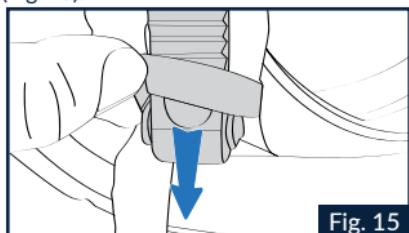

Fig. 15
1.1 Aprire il sottogola (vedi istruzioni relative) e sfilare il nastro del sottogola dal passante elastico presente sulla bandella dei guanciali (Fig.15).
6.5 Infilare il nastro del sottogola nel passante elastico presente sulla bandella dei guanciali (Fig. 15).